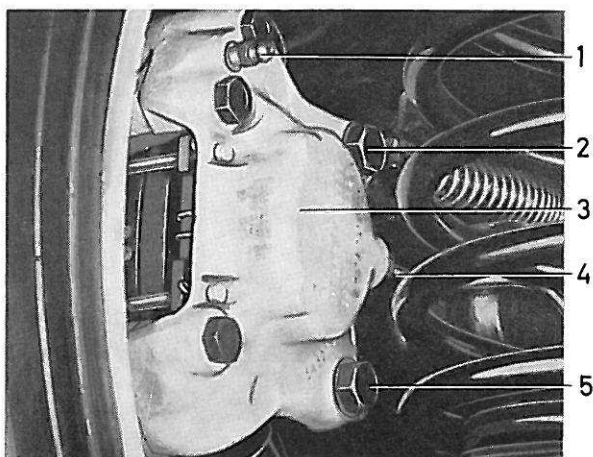
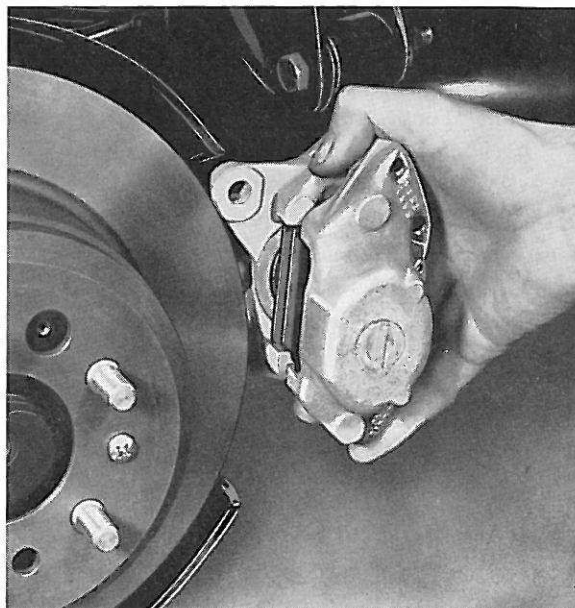

Figure 27. Frein de roue arrière en place
Figure 28. Dépose de l'étrier de frein arrière
3. Démontez le raccord de la canalisation (4, figure 27) de l'étrier de frein et mettez un capuchon de protection. Enlever les vis de fixation (2 et 5). Déposer l'étrier de frein, voir figure 28. Récupérer les cales de réglage éventuelles.
3. Monter l'outil en mettant un joint caoutchouc "A" approprié au cylindre libre, voir figure 28.